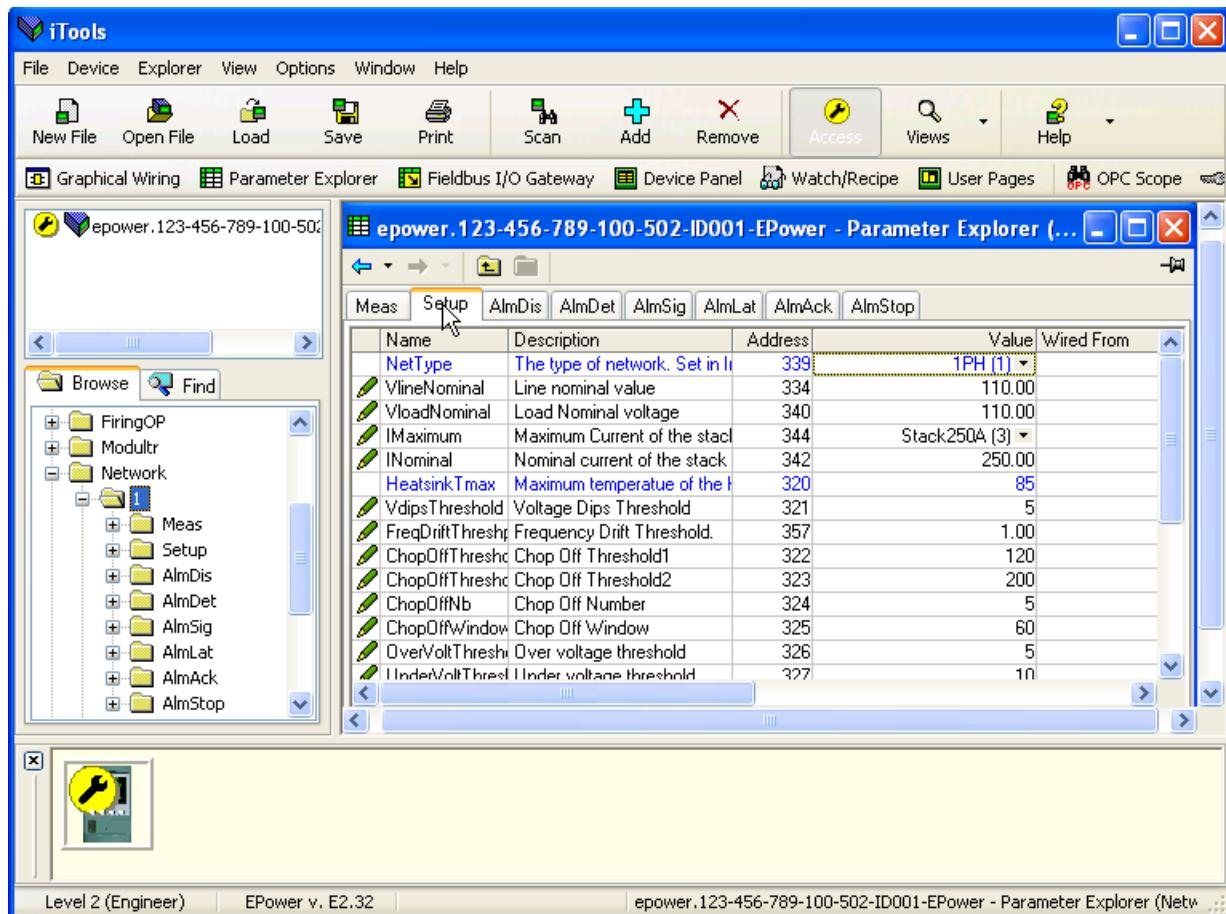
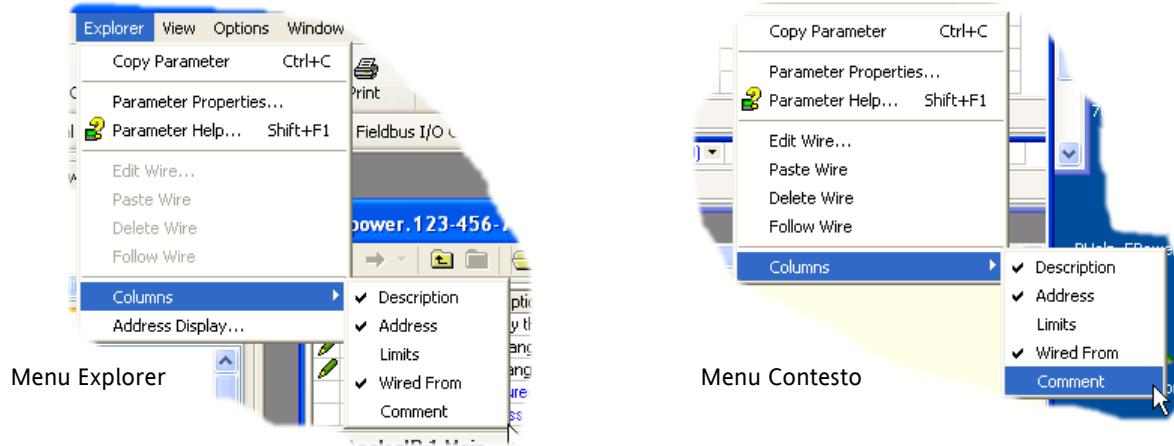

Figura 7.4a Esempio di tabella del parametro
Figura 7.4b Abilita/Disabilita Colonna
In ogni caso i parametri del blocco della funzione compaiono nella finestra iTools in forma tabulare, così come mostrato nell'esempio della Figura 7.4a che segue.
La figura mostrata sopra presenta il layout della tabella di default. Le colonne possono essere aggiunte/cancellate dalla visualizzazione utilizzando il parametro “Colonne” dell’Explorer o i menu di contesto (figura 7.4b).
- I parametri di colore blu non sono modificabili (solo i rossi). Nell'esempio mostrato sopra tutti i parametri sono di sola lettura. I parametri di lettura/scrittura sono di colore nero e hanno un simbolo a forma di matita nella colonna di accesso lettura/scrittura al margine sinistro della tabella. Un certo numero di simili parametri sono mostrati nella figura 7.4a, sopra.
- Colonne. La finestra explorer di default (figura 7.4a) include le colonne “Nome”, “Descrizione”, “Indirizzo”, “Valore”, e “Collegato da”. Come si può notare dalla Figura 7.4b, le colonne da visualizzare possono essere selezionate, con certi limiti, utilizzando sia il menu “Explorer” che il menu di contesto. Nell'esempio mostrato sopra i “Limiti” sono stati disabilitati.
Consente all'utente di abilitare/disabilitare un certo numero di colonne relative alla tabella del parametro (figura 7.4b).